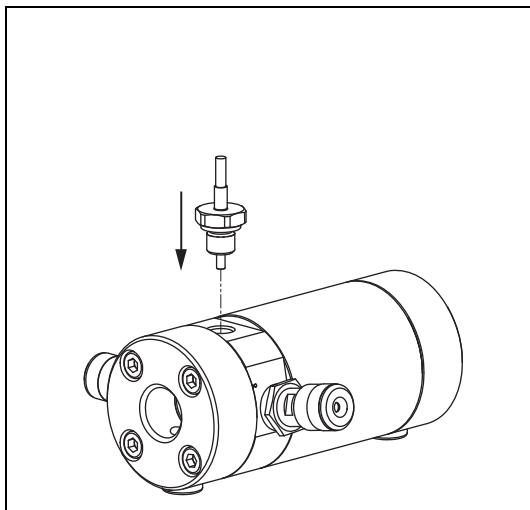
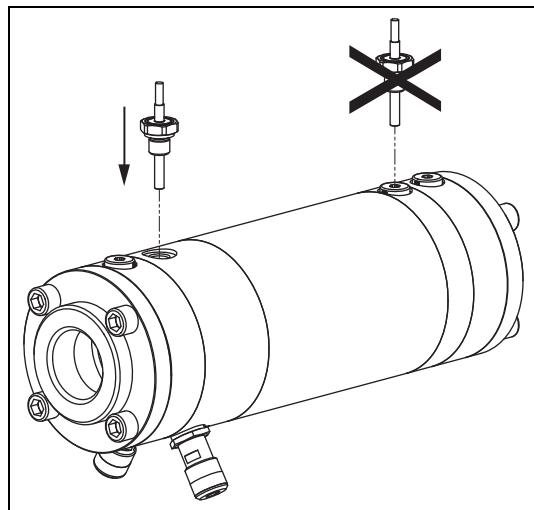

Abb. 7 Einbauort EET (z.B. OMC 20)
Abb. 8 Einbauort EET (z.B. OMC 52)
- Richtigen Einbauort wählen, siehe Abb. 7, Seite 15 und siehe Abb. 8, Seite 15.